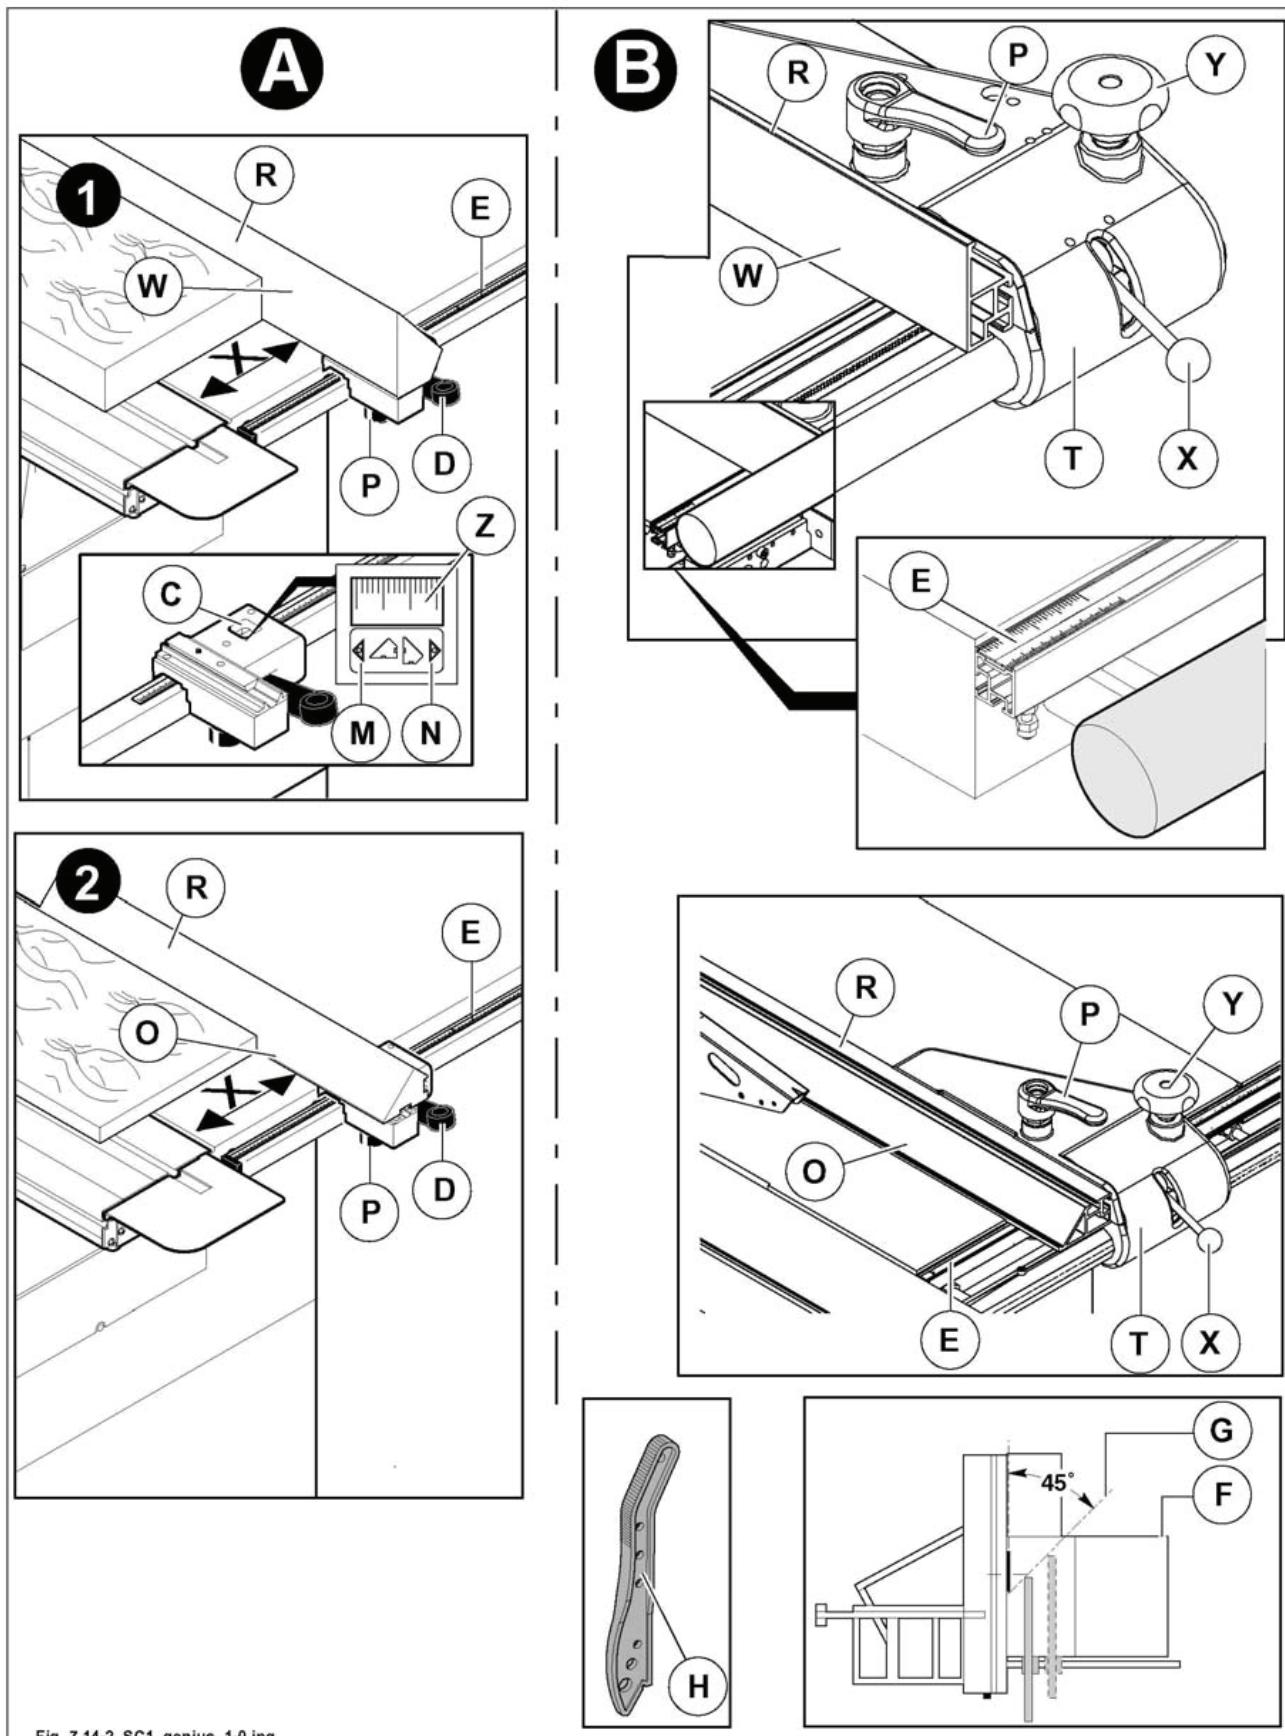

Рис. 7.14-2
Линейка (Р рис. 7.14-2) имеет возможность продольного смещения, после разблокировки рычага (Р рис. 7.14-2); после завершения каждого позиционирования, затянуть рычаг.
передний конец линии никогда не должен выступать из конца на стороне поверхности (F рис. 7.14.2), а должен переходить к воображаемой линии (G рис. 7.14.2), которая начинается с первым зубом резца и проходит на 45° вперед. Это необходимо для того, чтобы избежать зацепления восходящих зубьев за детали и оператора.
Линейка R (рис. 7.14-2) может принимать 2 положения. Для этого ослабить рычаг Р (рис. 7.14-2).
- 1) Вертикальное положение с боковиной (W рис. 7.14-2), повернутой к элементу.
- 2) Горизонтальное положение (O рис. 7.14-2) для резов тонких элементов и для наклонных резов.
данное положение позволяет создать пространство для продвижения древесины при помощи толкателя (H рис. 7.14-2), который входит в комплект станка.
- 3) После установки линейки снова затянуть рычаг Р (рис. 7.14-2).
- Ослабить фиксатор D (рис. 7.14-2);
- Вручную сместить блок направляющей линейки, ориентируясь по шкале E (рис. 7.14-2). Значение считывается через вырез С (рис. 7.14-2) опоры.
- Затянуть фиксатор D (рис. 7.14-2).
Для задания ширина раскюра оператор должен ориентироваться по шкале E (рис. 7.14-2) - по рискам M (рис. 7.14-2) или N (рис. 7.14-2) на указателе Z (рис. 7.14-2). Риска M (рис. 7.14-2) или N (рис. 7.14-2) выбирается в зависимости от положения направляющей линейки - O или W (см. рис. 7.14-2).
- Ослабить ручку (Х рис. 7.14-2);
- вручную сдвинуть группу направляющей (Т рис. 7.14-2), сверяясь с показаниями метрической линейки (Е рис. 7.14-2).
- толкнув ручку (Y рис. 7.14-2) и повернув ее.
- Закончив регулировку, затянуть ручку (Х рис. 7.14-2).